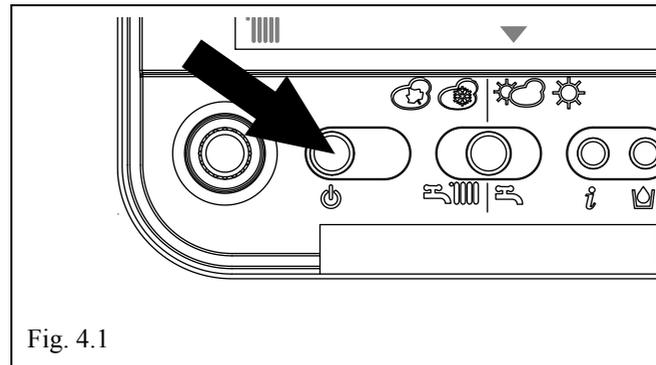

Fig. 4.1
In caso di assenze temporanee (fine settimana, brevi viaggi, ecc.) agire sul tasto On/Off/Reset (FIG. 4.1).
- agire sul tasto On/Off/Reset (FIG. 4.1);